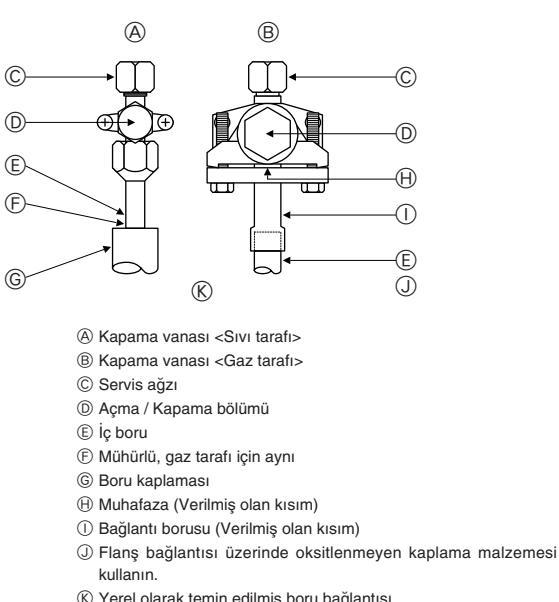

Fig. 5-5
5.4. Soğutucu borusu hava sızdırmazlığı test yöntemi bakın (Fig. 5-5)
- ① 0,5 Mpa'a (5 kgf/cm²G) kadar basınç verin, beş dakika bekleyin ve basıncın düşmediğinden emin olun.
- ② 1,5 Mpa'a (15 kgf/cm²G) kadar basınç verin, beş dakika bekleyin ve basıncın düşmediğinden emin olun.
- ③ 3,6 Mpa'a (36 kgf/cm²G) kadar basınç verin ve çevre sıcaklığını ve soğutucu basıncını ölçün.
- Basıncı (2) ve (3) adımda düşerse, gaz kaçığı var demektir. Gaz kaçığının kaynağını araştırın.